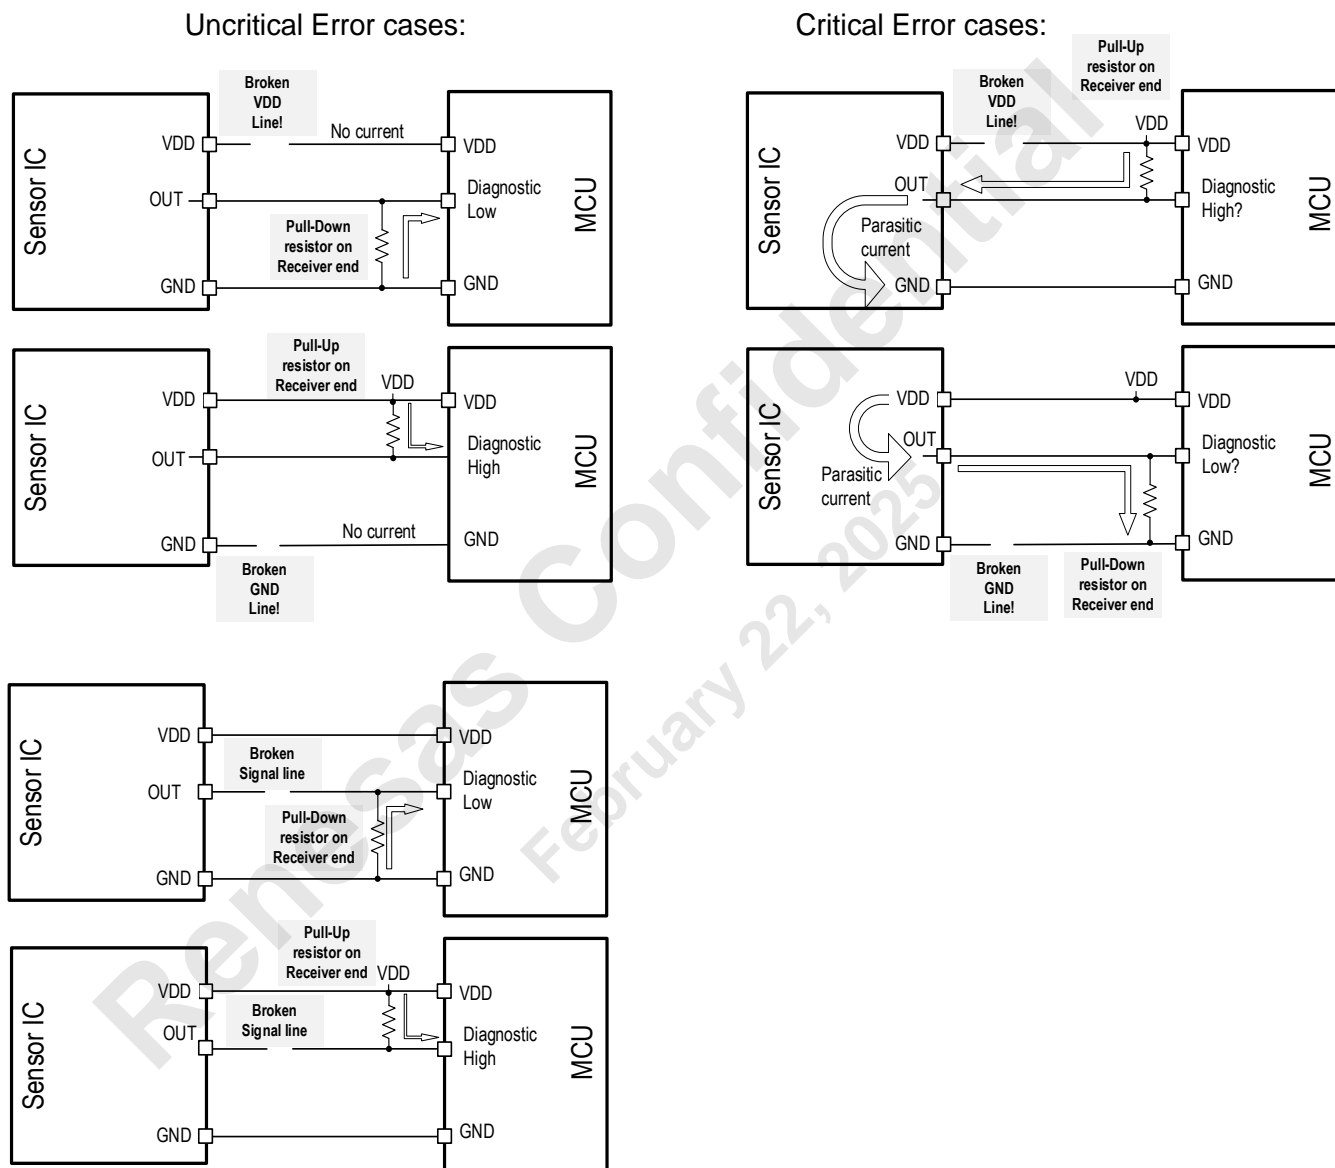
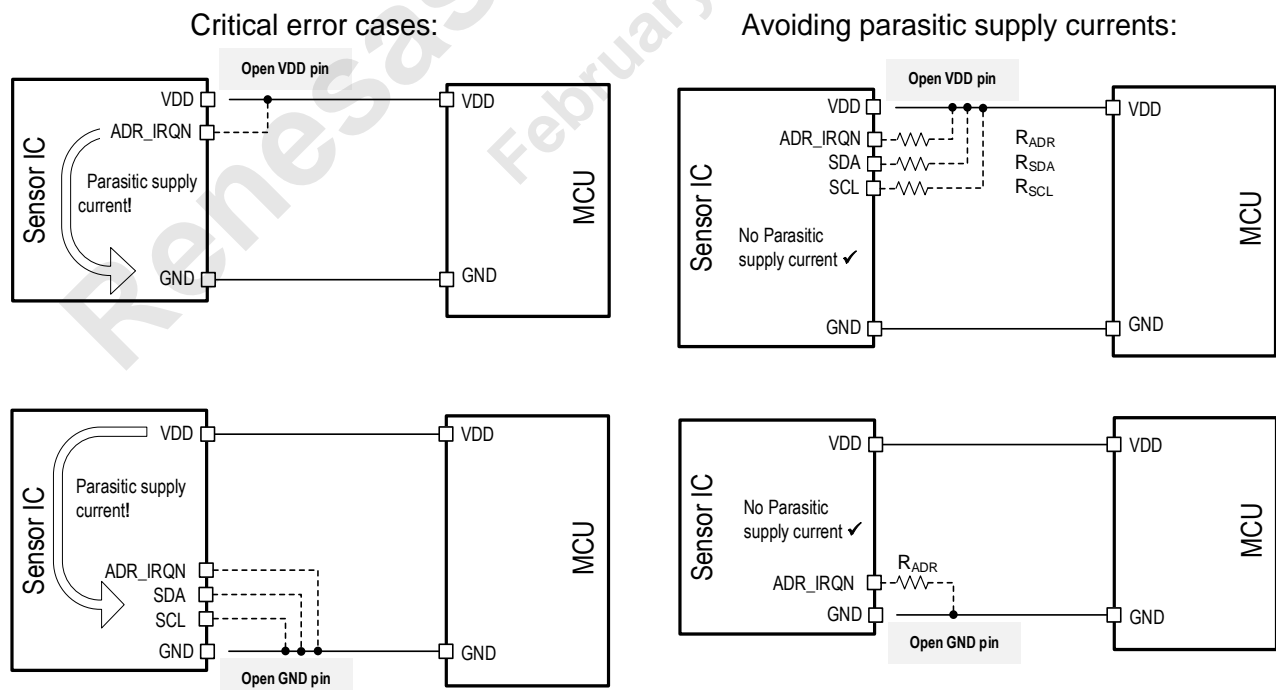

図 25 VDD または GND ラインの断線によるアナログ出力の寄生電流
図 26 ADR_IRQN 端子、SDA 端子、SCL 端子の寄生電流
電源、グランド、またはアナログ出力の断線のほとんどはアナログ出力端子の DC 電圧をモニターすることにより容易に検出可能です。図 25 左列の図を参照してください (OUT は SIN_SCL、SINN、COS_SDA または COSN です)。診断エラーまたは信号線断線の場合、影響を受けた端子の DC 電圧は外付けのプルアップ抵抗またはプルダウン抵抗により診断範囲 (diagnostic high または diagnostic low) へ引き込まれます。
- 受信側に外付けプルアップ抵抗が有る場合の VDD の断線 (図 25 右上の図参照):
- 受信側に外付けプルダウン抵抗が有る場合のグランド配線の断線 (図 25 右下の図参照):
VDD または GND 端子がオープンの場合、ADR_IRQN または SDA、SCL が VDD または GND に直接接続されている場合に寄生電源電流が流れる可能性があります (図 26 の Critical error cases 参照)。このような寄生電源電流を避けるには、図 26 の Avoiding parasitic supply currents に示すように、これらの端子を VDD または GND に抵抗を介して接続します。R_{ADR}、R_{SDA}、R_{SCL} の値は表 14 を参照してください。
<p>p.31 図 15,図 14: SCL の接続変更</p> <p>p.32 セクション 15.2: 電源電圧の表記を $3.3V \pm 10\%$ または $5.0V \pm 10\%$ から、$3.3V \pm 0.3V$ または $5.0V \pm 0.5V$ に変更</p> <p>p.32 セクション 15.3.1: 説明と表の追加</p> <p>p.32 図 17: 抵抗と抵抗値の表記変更</p> <p>p.33 セクション 15.3.2: 参照する図の変更と表の追加</p> <p>p.17 図 18: 抵抗値の表記変更</p> <p>p.34 図 19: 抵抗値の表記変更</p> <p>p.34 図 20: 抵抗値の表記変更</p> <p>p.36 図 22: 抵抗値の表記変更</p> <p>p.36 セクション 17: 図 22 の下の注記の修正</p> <p>p.37 セクション 17.1: 動作電源電圧の記載を $3.3V \pm 10\%$ または $5.0V \pm 10\%$ から、$3.3V \pm 0.3V$ または $5.0V \pm 0.5V$ に変更</p> <p>p.37 表 22: Supply voltage range のプログラムオプションの記載を $3.3V \pm 10\%$ または $5.0V \pm 10\%$ から、$3.3V \pm 0.3V$ または $5.0V \pm 0.5V$ に変更</p> <p>p.40 セクション 18.2.1.2: 説明文の修正、追加</p> <p>p.41 図 25: タイトル修正</p> <p>p.42 表 24: 参照する図の明記</p> <p>p.42 表 25: 参照する図の明記</p> <p>p.42 セクション 18.2.1.2: 説明文修正</p> <p>p.42 図 26: 対象端子の追加、抵抗値の表記変更</p> <p>p.44 表 26: Output buffer failure の Temporary タイプの説明修正、Static タイプの追加</p> <p>p.45 セクション 18.5: C_T の参照先追加</p> <p>p.48 セクション 24: 章名、表内の「注文」を「発注」に変更</p>